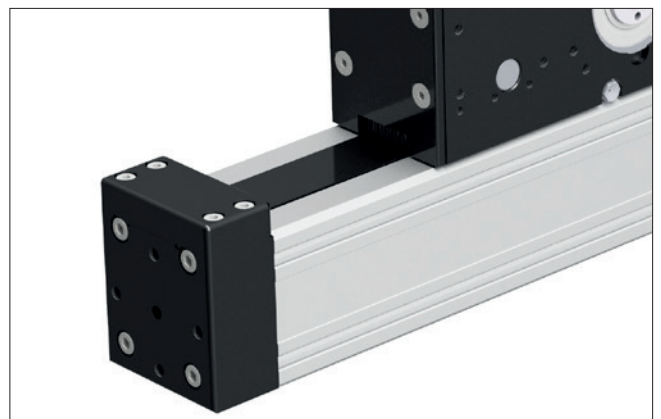

Bild 5.2 \_\_\_\_\_ AXF mit Zahnriemen-  $\Omega$  - Antrieb
- Kompakte Linearachse für den Einsatz als Hubachse für leichte und mittlere Lasten (Bild 5.2)